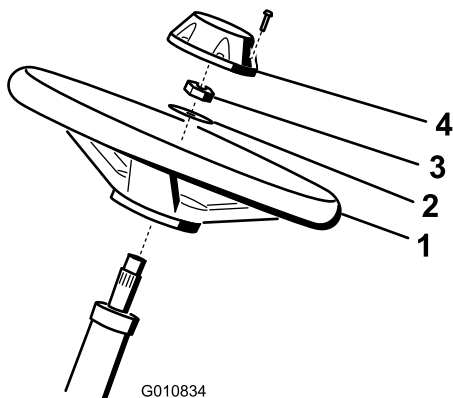

Bild 5
- Schieben Sie das Lenkrad auf die Lenkwelle (Bild 5).
- Schieben Sie die Scheibe auf die Lenkwelle (Bild 5).
- Befestigen Sie das Lenkrad mit einer Sicherungsmutter an der Welle und ziehen es bis auf 27-35 Nm an (Bild 5).
- Setzen Sie den Deckel auf und befestigen ihn mit sechs Schrauben am Lenkrad (Bild 5).